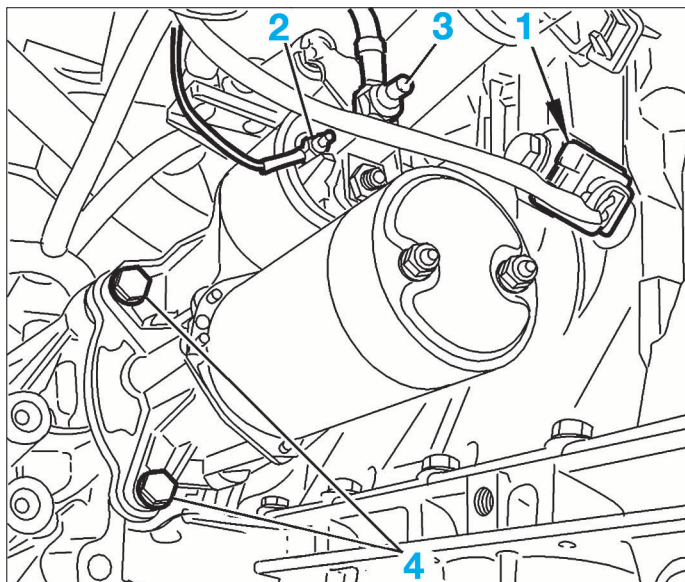

FIG. 12
- Débrancher le capteur de cliquetis (1).
- Dévisser les écrous de fixation des fils d'alimentation (3) et d'excitation (2) (Fig.12).
- les vis de fixation inférieures (4) côté carter moteur.
- Dévisser les écrous de fixation des fils d'alimentation (1) et d'excitation (2) (Fig.12).